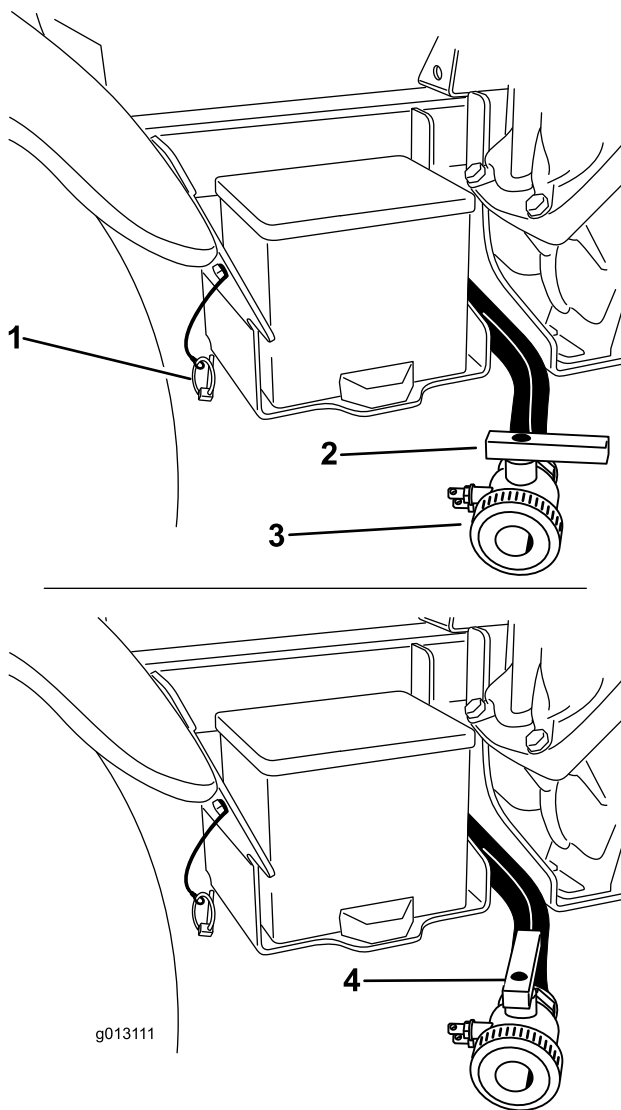

Figura 28
- B. Abra a válvula para escoar do depósito qualquer material não usado e eliminá-lo de acordo com as normas locais e as instruções do fabricante (Figura 28). Isto permite que escoar qualquer material residual da linha.
3. Quando o depósito estiver escoado na totalidade, feche a válvula de drenagem e instale a válvula na estrutura com o pino de sujeição removido previamente (Figura 28).